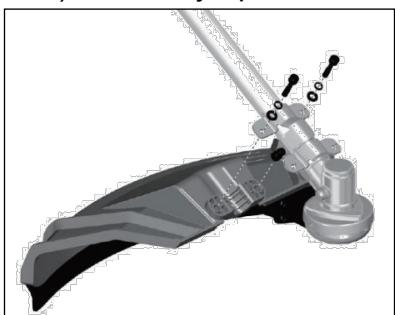
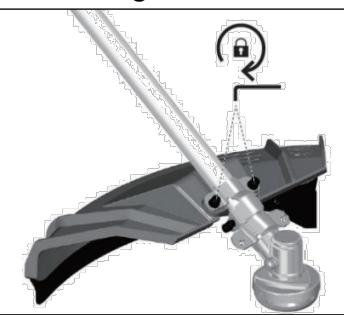

Fig.3-1
Fig.3-2
Montaje del protector (Fig.3-1, Fig.3-2)
- 3) Coloque el protector en el **accesorio**. (fig3-1)
- 4) Monte y apriete los tornillos. (fig.3-2)